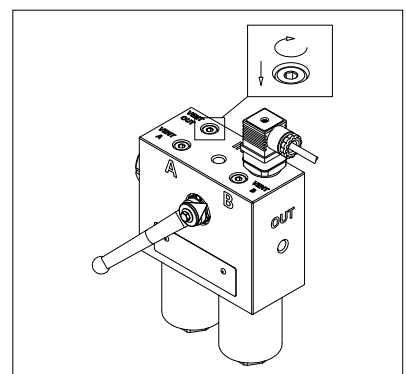

fig. 19
- (Fig. 19) Far fuoriuscire l'aria dall'impianto attraverso il tappo "Vent OUT", finché il fluido di lavoro non inizia a trafilare. Serrare immediatamente il tappo di sfiato